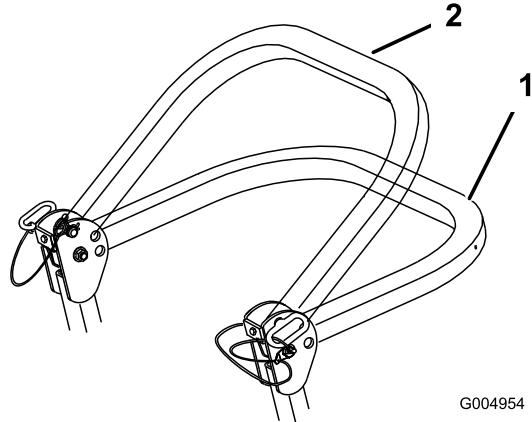

Figure 5
2. Descendez l'arceau de sécurité à la position abaissée. La position abaissée est à deux niveaux (voir Figure 5).